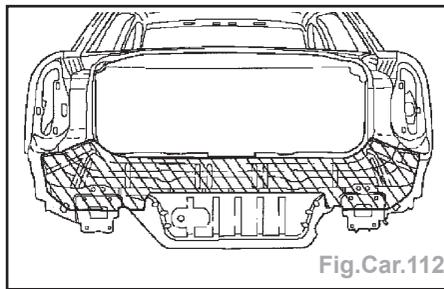

Fig.Car.112
- Retirer par perçage le panneau arrière extérieur (Fig.Car.112).